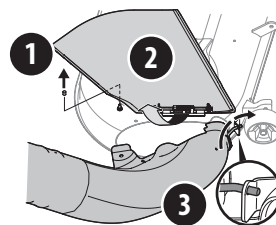

Figure 15
- Retirez le capuchon (si présent) du goujon de montage sur le plateau de coupe comme indiqué par le point (1) de la Figure 15.
- Relevez le déflecteur d'éjection et tenez-le (2), puis installez le coude de la goulotte en insérant la tige de montage dans le trou (3) comme indiqué dans la Figure 15.